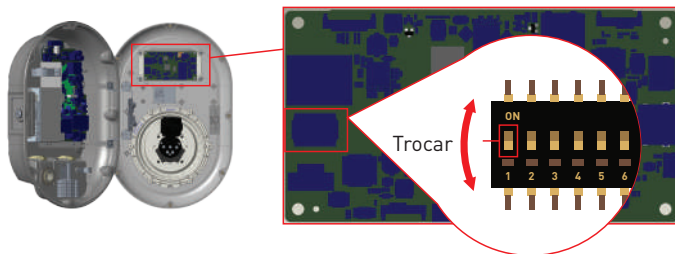

Figura.28
- Mudar para a primeira posição da chave DIP que se encontra no cartão inteligente do carregador mostrado na figura 28. Seguidamente ligar novamente o carregador.